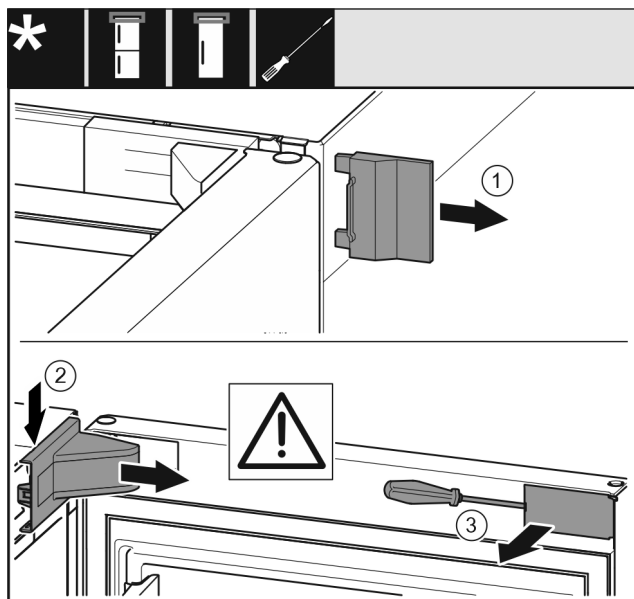

Fig. 5
- ▶ Снимите внешнюю крышку. Fig. 5 (1)
- ▶ Освободите и отсоедините крышку опорного кронштейна. Снимите крышку опорного кронштейна. Fig. 5 (2)
- ▶ При помощи шлицевой отвертки освободите накладку и отведите в сторону. Fig. 5 (3)